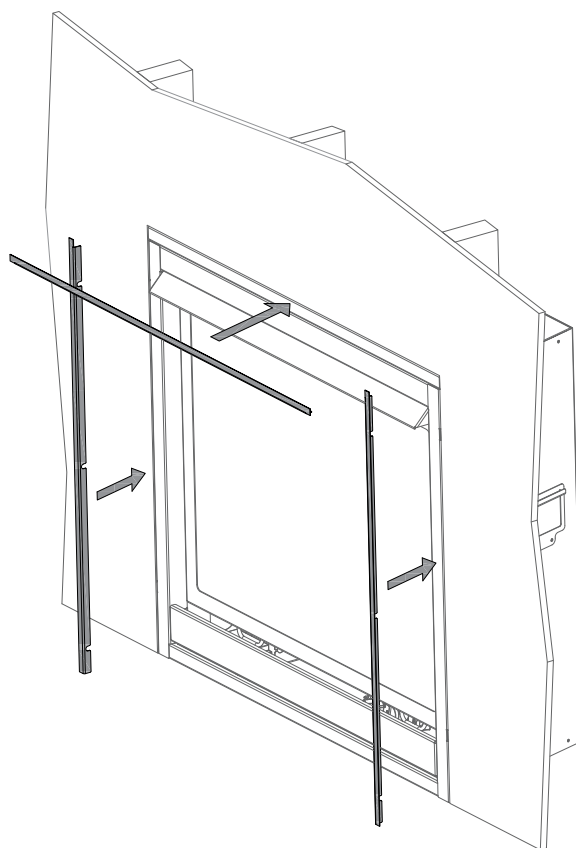

Figure 4.7 - Installation du kit de garnitures extérieures
2. Pour la garniture supérieure, retirez la pellicule de papier protégeant le ruban adhésif. La garniture supérieure s'insère entre le bord supérieur de l'appareil et le matériau de finition adjacent. La Figure 4.7 montre l'installation des garnitures extérieures.